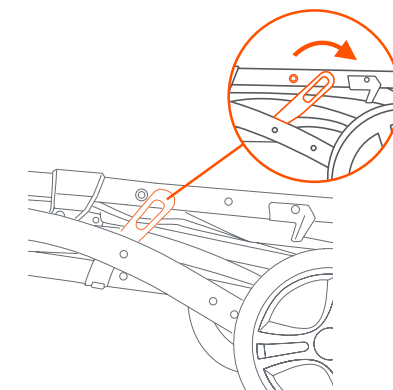

Fig. 9a
- 9) • Release the fold latch (Fig. 9a). Unfold the stroller frame by pulling the stroller handle upward until it clicks into locked position (Fig. 9b).
- Suelte el pestillo de plegado (Fig. 9a). Despliegue la carriola tirando de la manija de la carriola hacia arriba hasta que encaje en la posición de bloqueo (Fig. 9b).
- Relâchez le levier de verrouillage (Fig. 9a). Dépliez le cadre de la poussette en tirant la poignée de la poussette vers le haut jusqu'à ce qu'elle s'enclenche en position verrouillée (Fig. 9b).